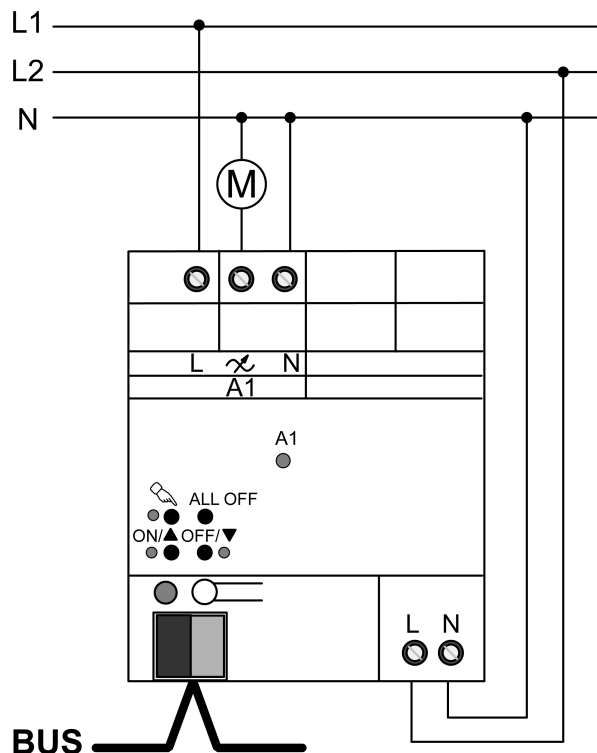

Bild 6: Dimmkaktor 1fach – Anschluss für Drehzahlstellerbetrieb
- Gerät gemäß Anschlussbeispiel anschließen (Bild 6).